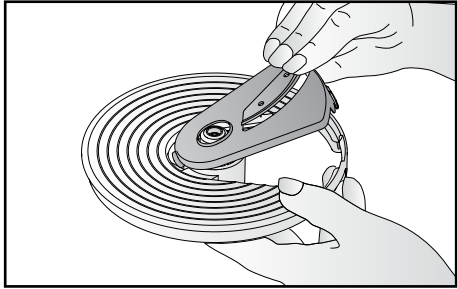

Fig. 9
- Inserire la lama desiderata, lama per fette (P), lama per taglio a julienne (O) o la lama per bastoncini (Q) sul disco porta lame (R) in modo che il foro situato sulla lama risulti al centro del disco (Fig. 9).